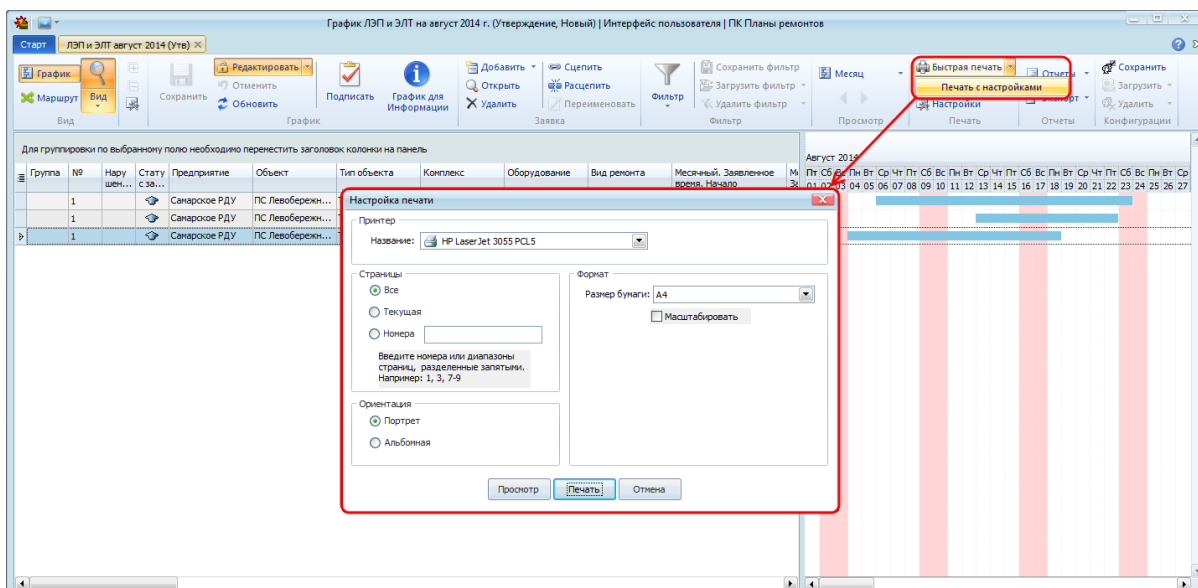

Рисунок 10.199 – Настройка параметров печати
- «Печать с настройками» - настройка параметров печати перед запуском печати. Данный режим вызывается выбором пункта «Печать с настройками» раскрывающегося списка по кнопке « Быстрая печать» (Рисунок 10.199).